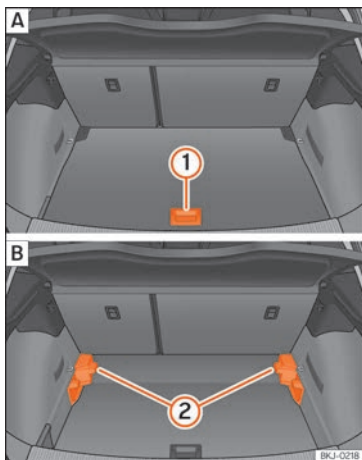

Fig. 114 Plancher de coffre à bagages modulable : [A] position haute ; [B] position basse.
- Pour passer de la position basse en position haute, relevez le plancher avec la poignée » » » **fig. 114** ①, tirez-le vers l'arrière jusqu'à ce que la partie avant du plancher dépasse complètement les supports ②.
- Déplacez le plancher vers l'avant sur ces derniers jusqu'à ce qu'il bute contre le dossier de la banquette arrière et ensuite, abaissez le plancher avec la poignée ①.
- Pour passer de la position haute en position basse, relevez le plancher avec la poignée » » » **fig. 114** ①, tirez-le vers l'arrière jusqu'à ce que la partie avant du plancher dépasse complètement les supports ②.
- Lorsque le plancher modulable se trouve en position haute, relevez-le à l'aide de la poignée » » » **fig. 114** ①, tirez-le et repoussez-le vers le dossier de la banquette arrière jusqu'à ce qu'il se plie au niveau de la charnière et que sa partie mobile repose contre le dossier.